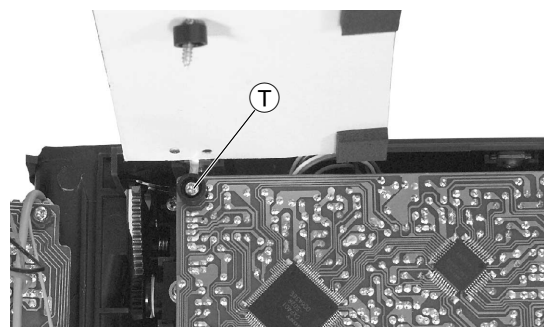

Fig. 21
- Abschirmung hochbiegen und Schraube ⑥ herausdrehen (Fig. 21).
- Bend up the screening then undo the screws ⑥ (Fig. 21).